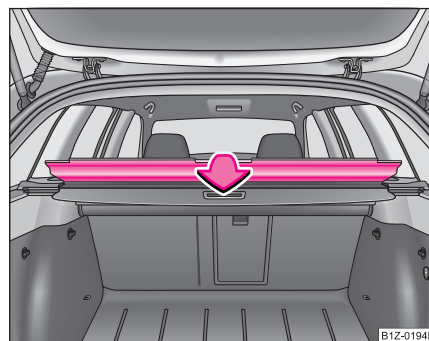

Fig. 86 Plegado de la cubierta del compartimento guardaoobjetos
- Pliegue la cubierta del compartimento guardabultos detrás de los asientos traseros ⇒ **página 104, fig. 86.**
- Tire de la red divisoria por la lengüeta (A) y sáquela de la caja (B) hacia las fijaciones (C) ⇒ **página 104, fig. 86.**
- Monte la barra transversal en uno de los alojamientos (C) y presione la barra transversal hacia delante.
- Sujete de igual modo la barra transversal en el otro lado del vehículo, alojamiento (C).